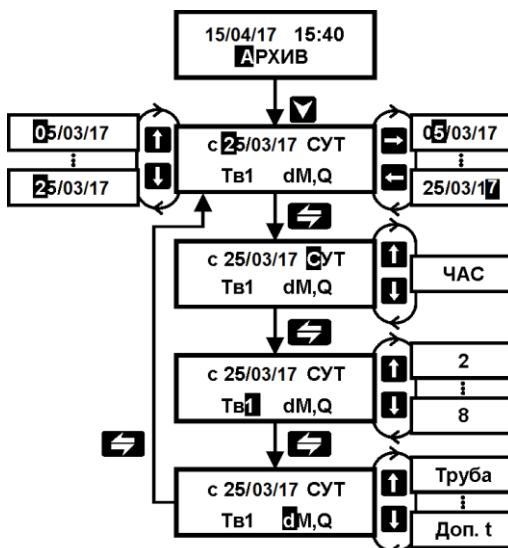

Рисунок 19 – Последовательность действий по просмотру архивной информации
1. Установить кнопками  $\uparrow$  или  $\downarrow$  пункт меню 1-ого уровня АРХИВ (рисунок 19);